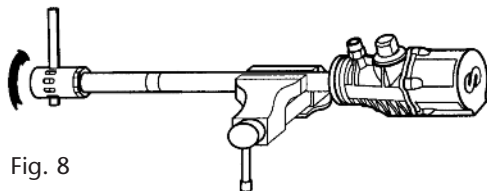

Fig. 8
2. Unscrew the intake filter tube (42) from the intake filter head (39) (fig. 8).
2. Desenroscar la jaula de aspiración (42) del conjunto filtro de aspiración (39) (fig. 8).
2. Séparer la crépine (42) de l'ensemble du filtre d'aspiration (39) (voir fig. 8).
2. Filterkopf (39) vom Filterrohr (42) abschrauben. (Bild 8)